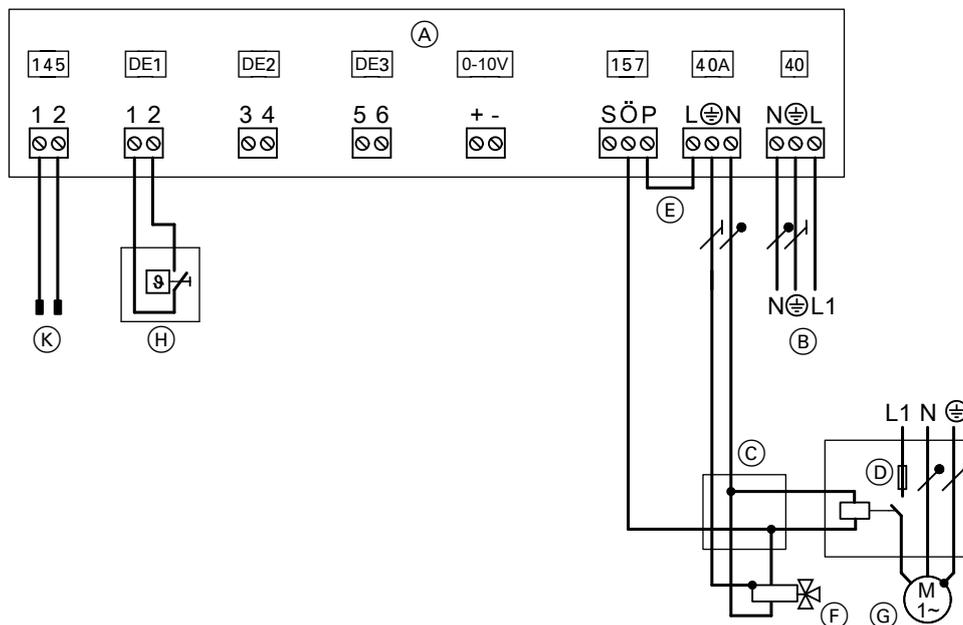

Abb. 41
- Anschlüsse an Erweiterung EA1 **nur** gemäß Abb. 41 ausführen.